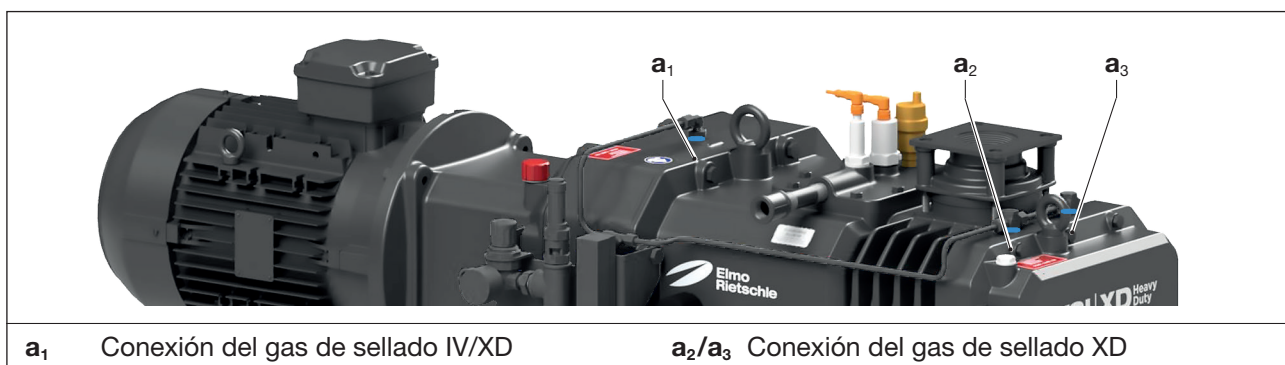

Fig. 16 Conexión del gas de sellado sin dispositivo de gas de sellado
- Realice las 3 conexiones para los tubos del gas de sellado (Fig. 16/a₁, a₂ y a₃) (variante XD). Las bombas de la versión estándar (IV) solo contarán con una conexión (Fig. 16/a₁).